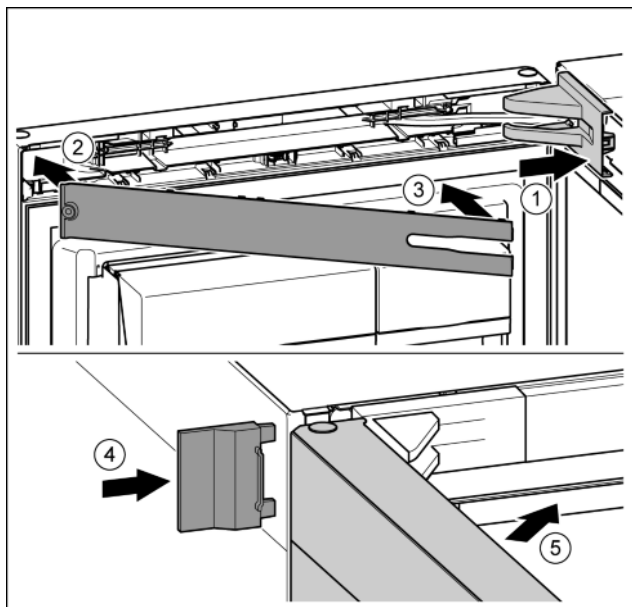

Fig. 24
- ▶ Założyć osłonę płytki zawiasu i zazębnić, ew. ostrożnie odsunąć. *Fig. 24 (1)*
- ▶ Założyć zaślepkę. *Fig. 24 (2)*
- ▶ Przechylić i zazębnić zaślepkę. *Fig. 24 (3)*
- ▶ Wsunąć zewnętrzną osłonę. *Fig. 24 (4)*
- ▶ Zamknąć górne drzwi. *Fig. 24 (5)*